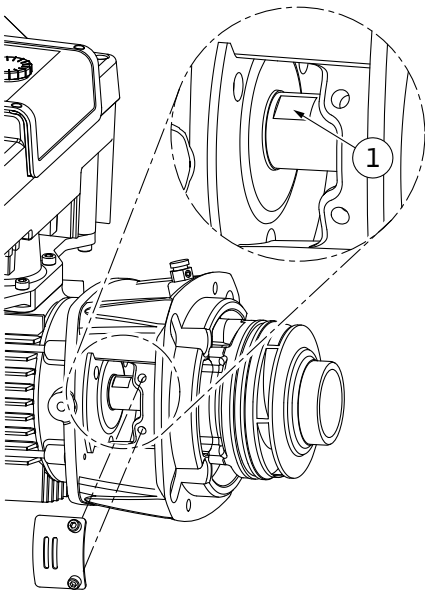

Fig. 105: Superfícies de aperto no veio
14. Introduzir uma chave de bocas (tamanho 22 mm) na janela da lanterna e fixar o veio nas superfícies de aperto (Fig. 105, pos. 1). Desapertar a porca do impulsor (Fig. I, pos. 22). O impulsor (Fig. I, pos. 21) é extraído automaticamente do veio.
15. Desmontar a anilha de compensação (Fig. I, pos. 20).
3. Introduzir uma chave de bocas (tamanho 22 mm) na janela da lanterna e fixar o veio nas superfícies de aperto (Fig. 105, pos. 1).
10. Introduzir uma chave de bocas (tamanho 32 mm) na janela da lanterna (Fig. IV, pos. 38) e fixar o veio nas superfícies de aperto (Fig. 105, pos. 1). Montar o impulsor com a(s) anilha(s) e a porca. Apertar a porca. Evitar danos no empanque mecânico por compressão.
11. Limpar a ranhura da lanterna e colocar o novo O-ring (Fig. III, pos. 19).